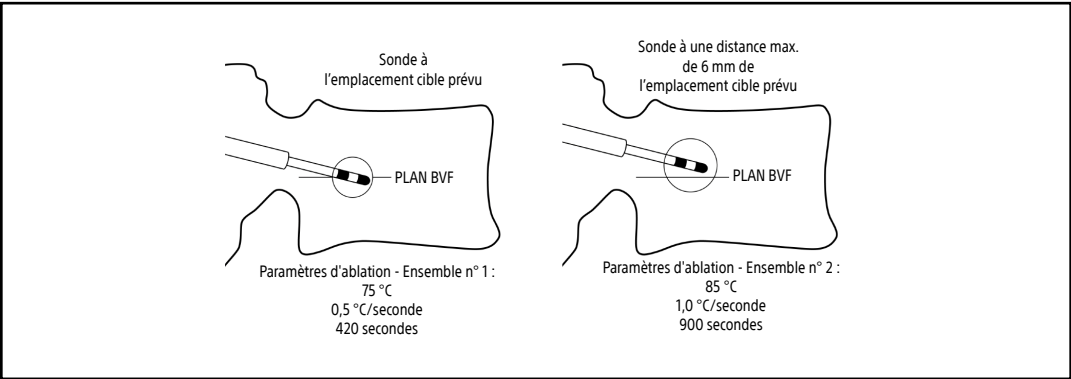

FIGURE 6
- Si la sonde est au minimum à une distance de 5 mm de l'emplacement cible prévu, l'ensemble de paramètres d'ablation n° 1 peut être sélectionné ; si elle est inférieure ou égale à 6 mm, l'ensemble de paramètres d'ablation n° 2 peut être sélectionné. (Voir les exemples dans la figure 6.) Le corps vertébral ciblé sera traité avec les paramètres d'ablation sélectionnés par le médecin :